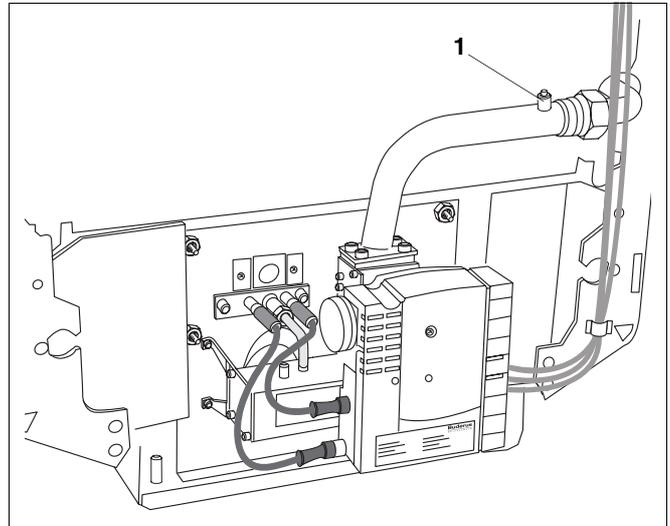

Abb. 28 Gasarmatur
- Verschlusschraube des Prüfnippels (Abb. 28, Pos. 1) lösen.